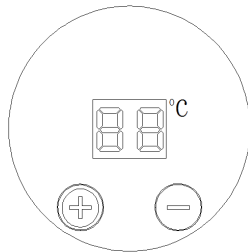

Abbildung 14
- Drücken Sie eine beliebige Taste, um sich die vor dem Ausschalten eingestellte Temperatur anzeigen zu lassen (werkseitig eingestellte Temperatur ist 4 °C) (siehe Abbildung 14).